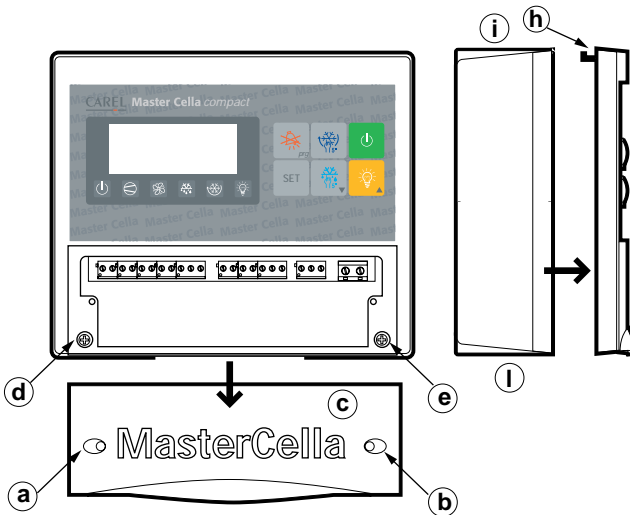

Abb. 1.2.1
In Bezug auf Abb. 1.2.1 und jeweilige Details:
1. Lösen Sie die zwei Frontschrauben (Abb. 1.2.1 siehe **a**, **b**) und nehmen Sie Frontblende ab (siehe **c**).